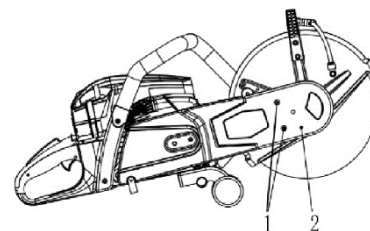

Рис. 10
Ослабьте фиксаторы (1) и снимите крышку ремня (2) (Рис. 10).